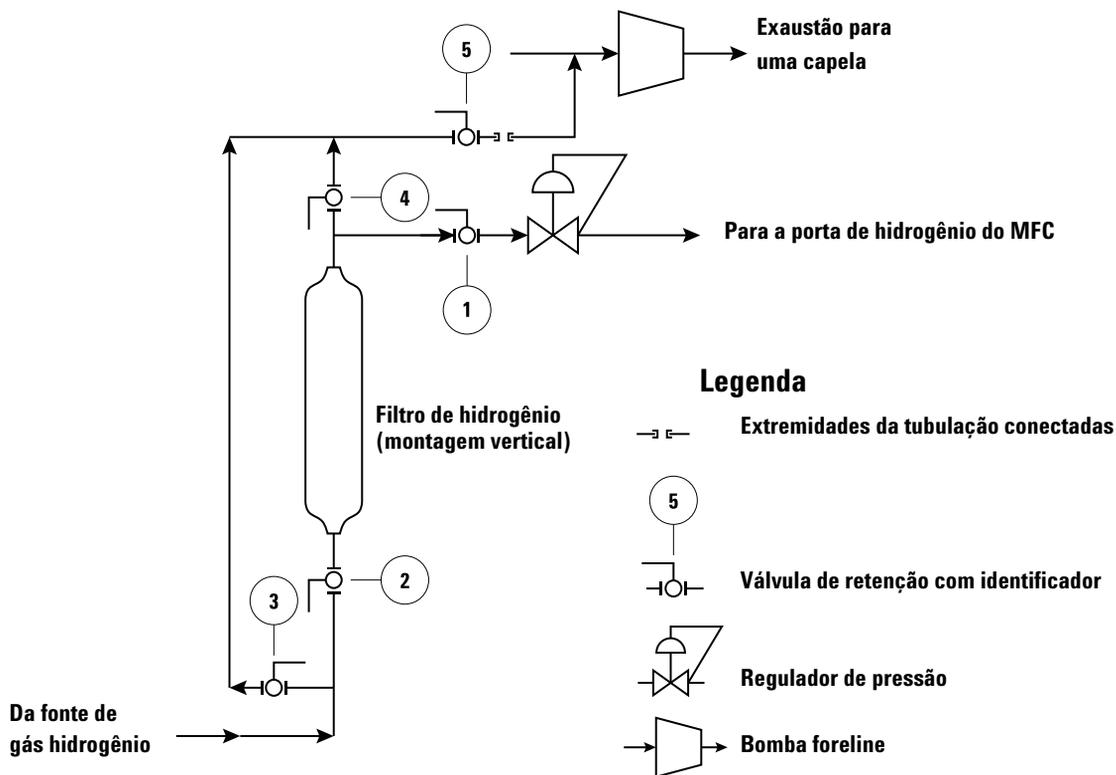

Figura 22 Fornecimento de hidrogênio filtrado para o MS
Figura 22 ilustra a tubulação do filtro de hidrogênio usado com o JetClean.
- 1 Feche a válvula de retenção manual de fornecimento de hidrogênio ① designada hidrogênio para o controlador de fluxo de massa (MFC). (Consulte Figura 22 na página 54.)
- 2 Feche a válvula de retenção manual ② na entrada do filtro de fornecimento de hidrogênio.
- 5 Verifique se a válvula de retenção de saída da linha de bypass do filtro ⑤ está fechada e remova o bujão roscado dessa válvula.
- 7 Acople a válvula de saída da linha de bypass do filtro ⑤ à linha de tubulação acoplada à entrada da bomba foreline.
- 10 Abra a válvula de retenção ⑤ na linha de saída do filtro que vai para a entrada da bomba foreline. Isso evacua o hidrogênio do filtro através da bomba foreline para uma exaustão de capela de laboratório.
- 11 Após 10 minutos, feche a válvula de retenção ⑤ na linha de saída do filtro que vai para a entrada da bomba foreline.